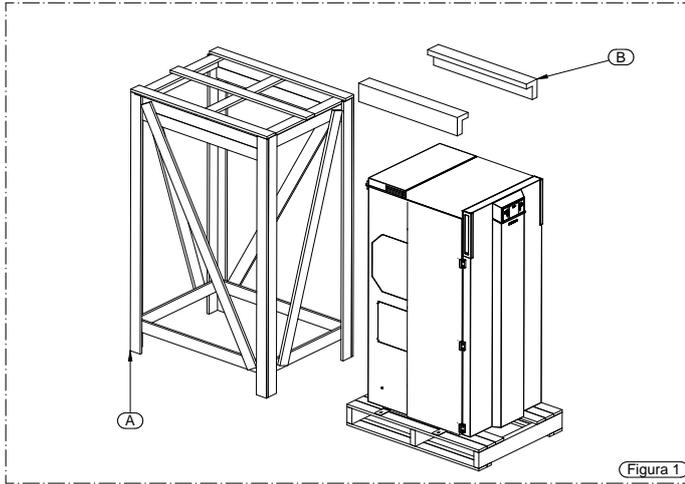

Figura 1
- Quite la tapa y los paneles laterales del palé (A), y quite los angulares de protección (B) (véase la figura 1).